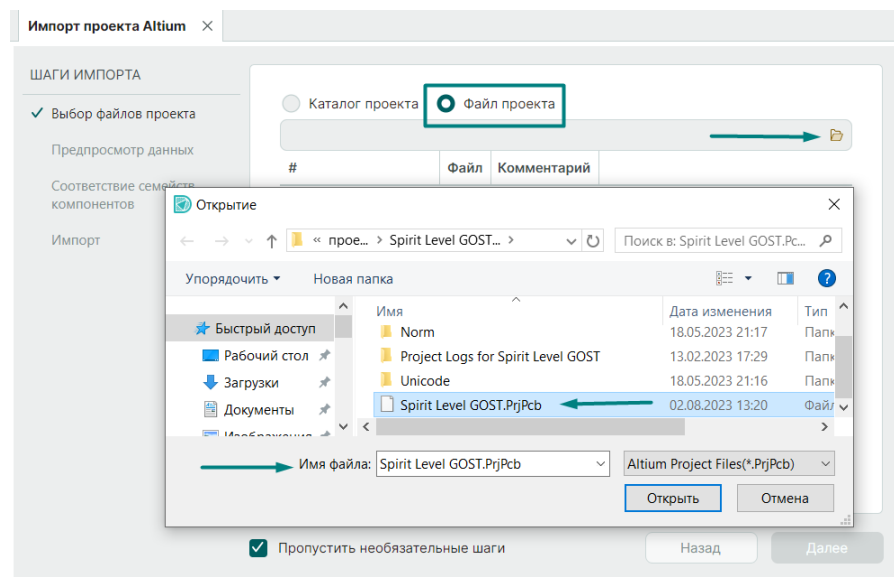

Рис. 18 Импорт файла проекта
- способ «**Файл проекта**» – выбирается файл проекта Altium Designer формата .PrjPcb, в котором расположены файлы, относящиеся к определенному проекту, см. Рис. 18.